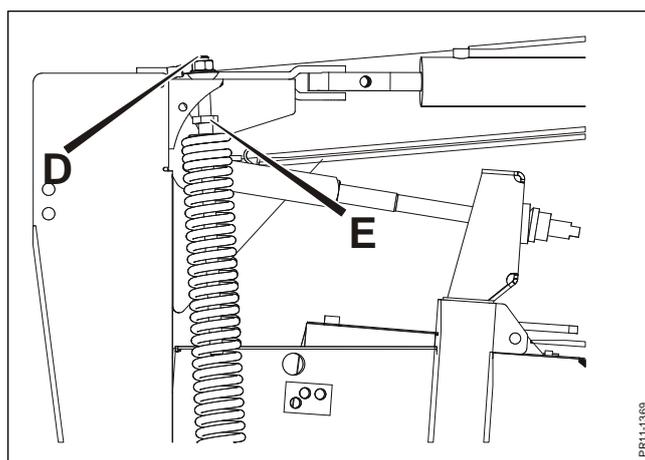

Abb. 3-7
- Abb. 3-7** 3) Die **Entlastungsfedern** mittels Spindel **D** einstellen bis der **Bodendruck** des **Mähbalkens** **passend** ist.